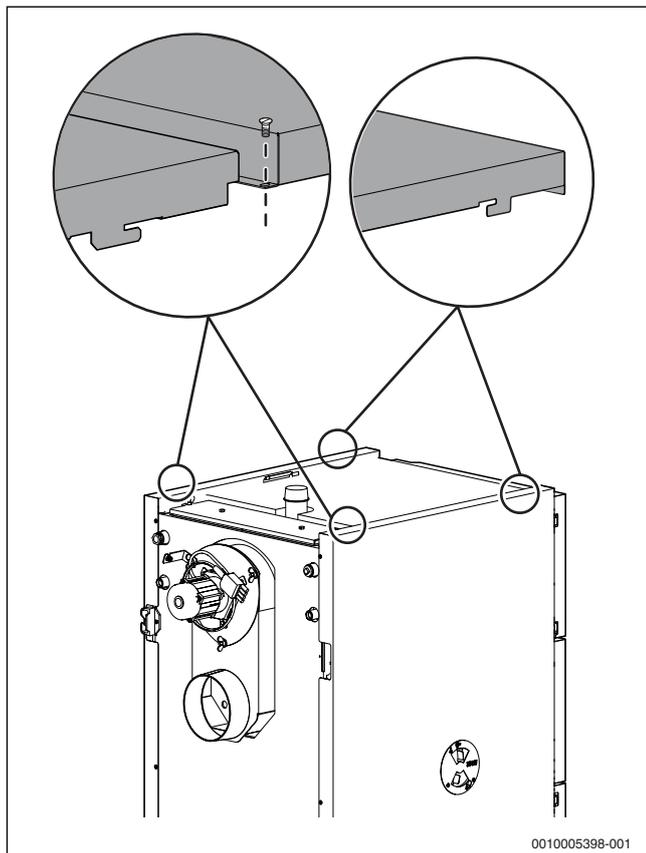

Рис. 5 Снятие крышки котла
- ▶ Отверните винты крышки котла (→ рис. 5).